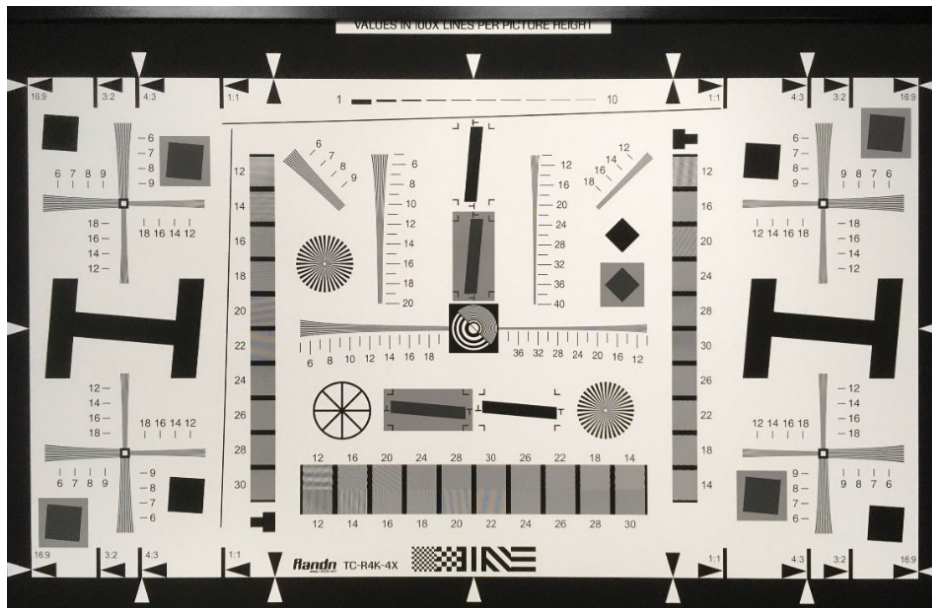

图 4.5: 分辨率卡示意图
**步骤 1.** 首先，使用实验室灯箱，在环境 D50 光源下且 ISO100 的条件下，针对分辨率卡调节 Demosaic 参数直到满足客观需求。接着，使用此组 Demosaic 参数，观察在 ISO100 下的实验室静物场景运行，是否依然能满足要求例如其高频细节能否插值出来，并且进行来回迭代观察调试。图 4.5 为分辨率卡示意图。